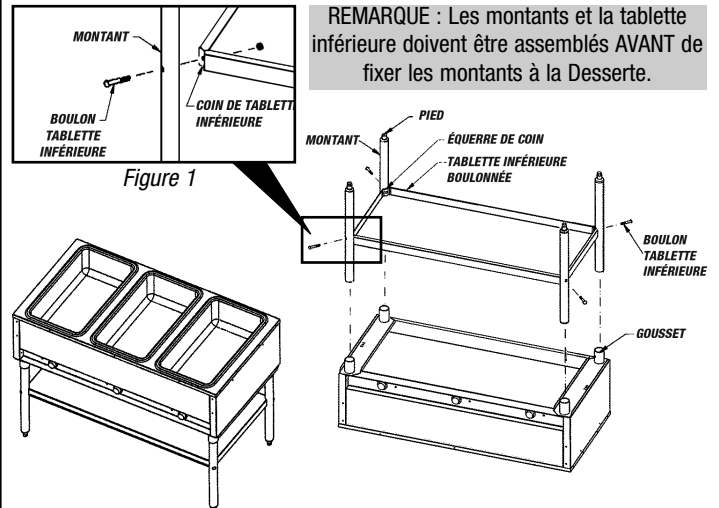

Figure 1
3. Fixez la tablette inférieure aux montants en insérant le boulon à travers le trou dans le montant et le trou dans le coin de la tablette, puis serrez avec un écrou hexagonal (voir Figure 1).